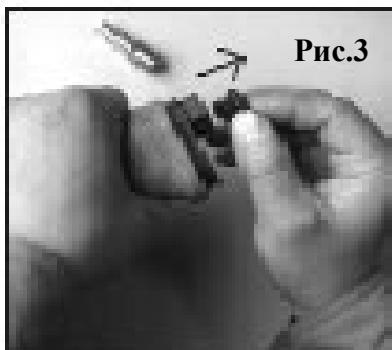

Рис.3
- Снимите защитный колпачок на впуске воздуха на ударном гайковерте. (Рис. 3).